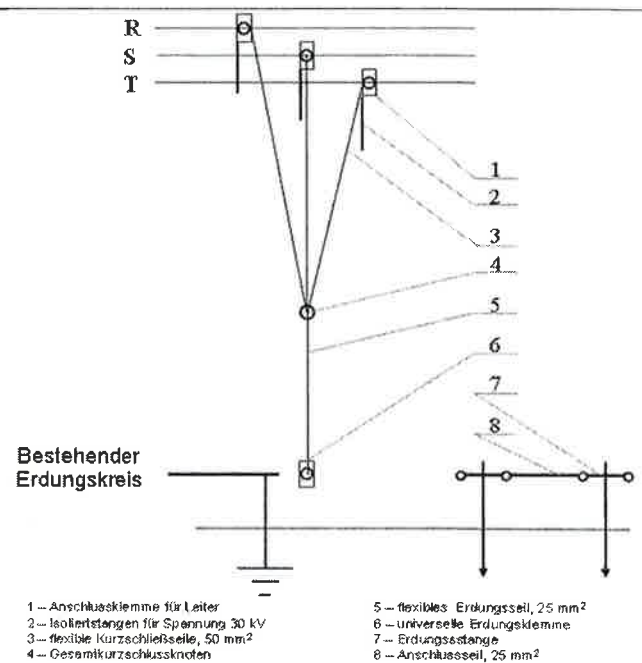

Abb. 1. Bauform der tragbaren Erdung für 20kV-Freileitungen.
– **Die Kurzschließvorrichtung** besteht aus 3 Leiteranschlussklemmen (1 – sieh. Abb. 1), aus 3 Isolierstangen für Spannung von 30kV, die daran starr angeschlossenen sind (2), aus 3 flexiblen Seilen (3) mit Querschnitt von 50 mm² und Länge von 2,0 m, die an einem gemeinsamen Punkt kurzgeschlossen sind (4). Die Leiteranschlussklemmen ermöglichen ein zuverlässiges Anklebmen an Leiterseile (Cu, Al) mit Querschnitt von höchstens 120 mm². Die Isolierstangen müssen eine Länge von 1,5 m und ein Durchmesser von 33-35 mm aufweisen, signalgelbe Farbe haben und mit einem schwarzen Ring ausgestattet sein, wer den erforderlichen Sicherheitsabstand zu Teilen begrenzt, in denen Reststrom fließen kann. Die Leiteranschlussklemmen müssen mit 3 flexiblen Kurzschlussseilen an einem gemeinsamen Punkt angeschlossen sein. Jede Erdung ist mit einer zuverlässigen Kennzeichnung im Bereich des gemeinsamen Kurzschlusspunktes der flexiblen Seile zu versehen, worauf der Herstellername und das Herstellungsdatum deutlich sichtbar sind. Auf den Seilen für mechanischen Schutz muss es einen durchsichtigen Mantel mit durchsichtiger Schutzvorrichtung gegen Biegung an den Verbindungsstellen geben.
– **Die Erdungsvorrichtung** besteht aus einem flexiblen Erdungsseil (5) mit Querschnitt von 25 mm² und Länge von 11 m, einer universellen Erdungsklemme (6), zwei Erdungsspießen (7) und einem Anschlussseil (8) mit Querschnitt von 25 mm² und Länge von 2 m. Die universelle Erdungsklemme muss für Montage an Schienen, Leiterseilen und Bolze mit einem kugelförmigen Kopf Ø 20 geeignet sein. Das Erdungsseil verbindet den gemeinsamen Kurzschlusspunkt mit den Erdungsspießen oder der Erdungsklemme. Das Seil endet mit einem Kabelendverschluss, dessen Öffnung Ø 13 ist. Die Erdungsspieße weisen eine Länge von 50 cm und ein Durchmesser von Ø 20 auf. Im oberen Teil der Erdungsstangen unter rechtem Winkel muss eine Leiste mit 2 Schrauben M12 und 2 Flügelmüttern geschweißt sein. Das Anschlussseil dient dazu, dass die beiden Erdungsspieße erforderlichenfalls gleichzeitig angeschlossen werden, damit der Übergangserdungswiderstand R_з verringert wird. Auf den Seilen für mechanischen Schutz muss es einen durchsichtigen Mantel mit durchsichtiger Schutzvorrichtung gegen Biegung an den Verbindungsstellen geben. Die universelle Erdungsklemme ist eine Vorrichtung zum Verbinden des Erdungsseils mit bestehendem Erdungskreis. Der Anschluss der Klemme ans flexible Erdungsseil ist mit einer Schraube M12 auszuführen. Die universale Erdungsklemme muss Kontakt mit dem Erdungskreis bei einem minimalen Übergangswiderstand ermöglichen.